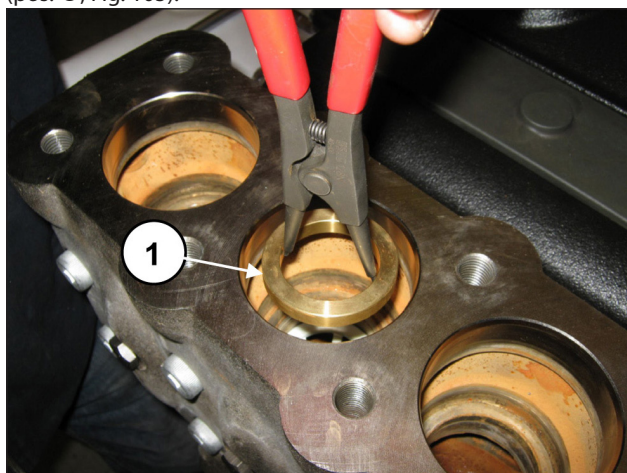

Fig. 105
Extraer la anilla distanciadora del alojamiento de la válvula (pos. ①, Fig. 105).